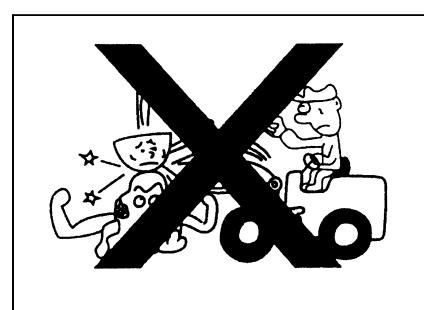

Рис. 1-93
- Кроме специальной работы, запрещается применять погрузчик для других назначений. Применение головной части или части рабочего устройства для буксировки или других назначений, это станет причиной нарушения или аварии, это не допускается (рис. 1-93).